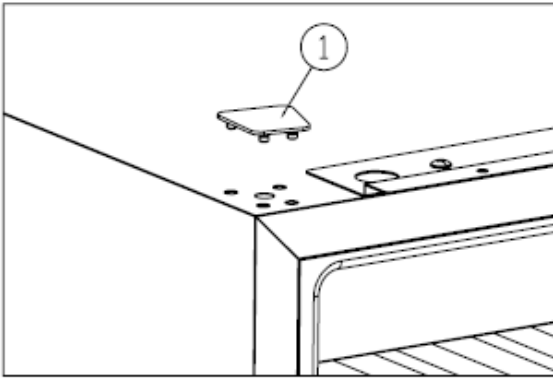

Figure 3
Rimuovere il coperchio (1). [Figure 3]